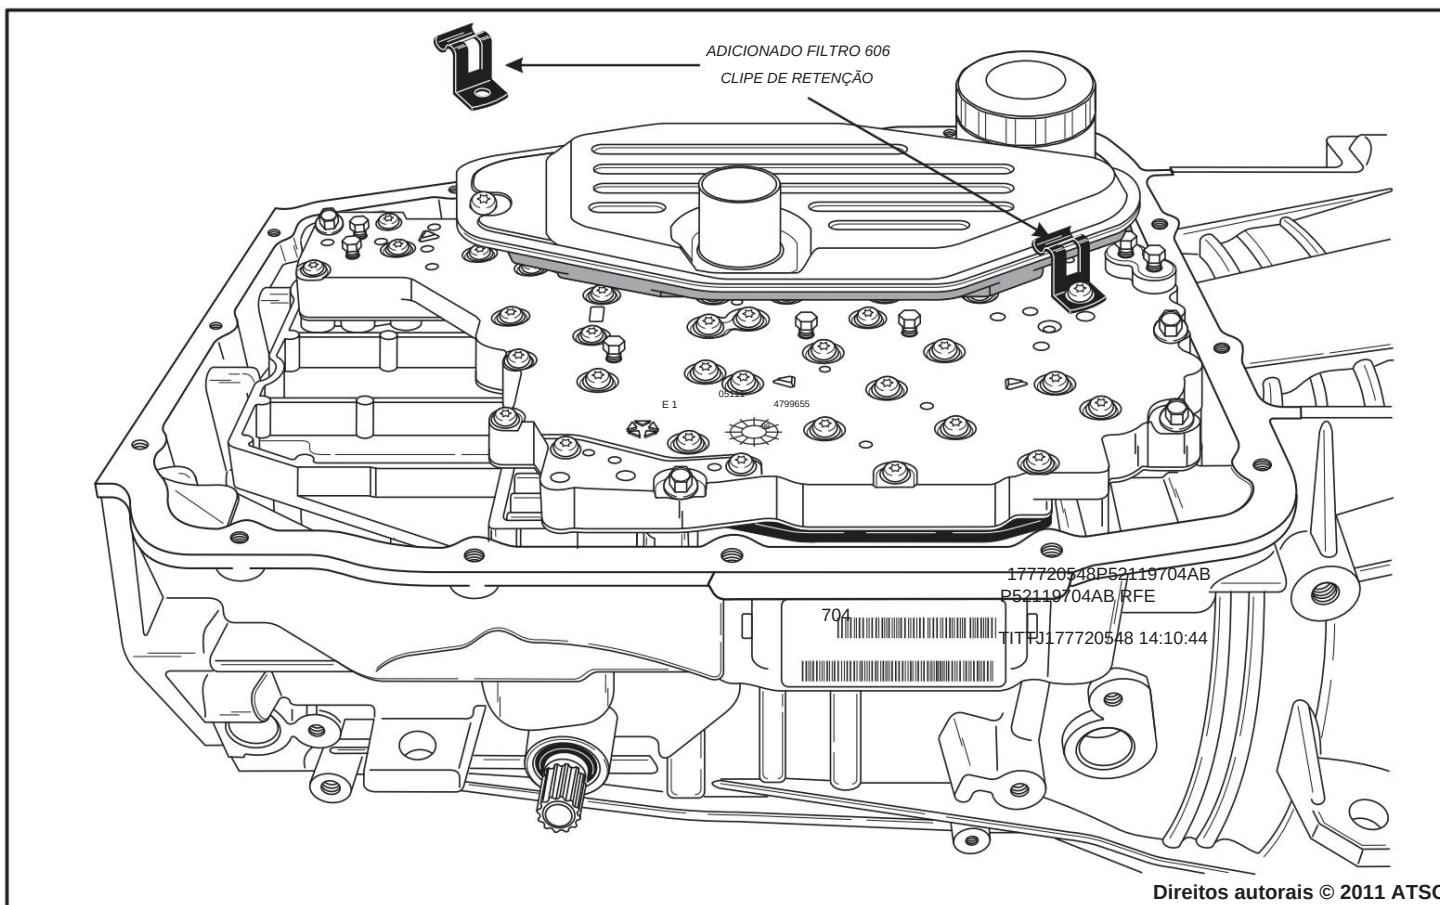

Figura 162
A ATSG recomenda usar OEM (Filtran) para todas as reconstruções. Alguns técnicos estão usando o clipe de retenção do filtro da transmissão 606, conforme mostrado na Figura 162. "Não é necessário" com o filtro OEM (Filtran).
45. Você pode adicionar este clipe de retenção de filtro 606 à sua unidade como precaução, conforme mostrado na Figura 162.